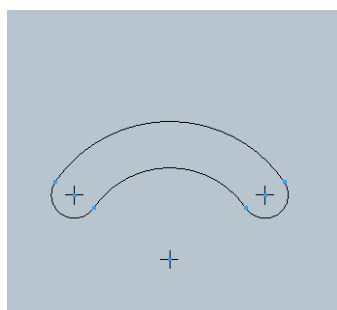

图 2-14 修剪后的图元
(16) 单击草绘工具栏中的“动态修剪剖面图元”按钮，然后分别单击多余的图元将其删除，结果如图 2-14 所示。